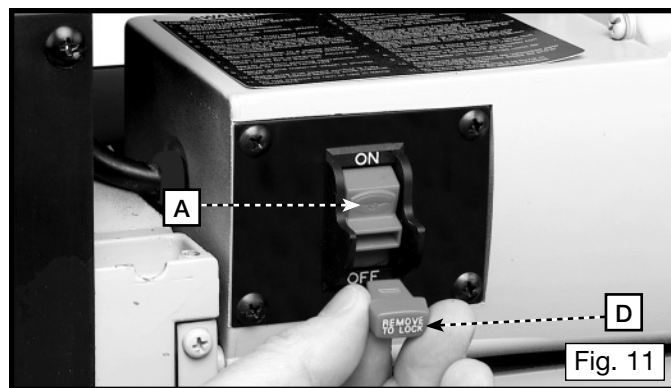

Fig. 11
**IMPORTANTE:** Cuando la herramienta no es adentro uso, el interruptor se debe bloquear en el OFF posición para prevenir uso desautorizado. Esto puede hacerse tomando la pieza acodada (D) y removiéndolo por completo del interruptor, tal como se ilustra en la Fig. 11. El interruptor no funcionará sin la pieza acodada (D). No obstante, si se quita la pieza acodada mientras que la acepilladora está funcionando, ésta puede ser apagada una vez, pero no puede volver a arrancar sin la inserción de la pieza acodada (D).